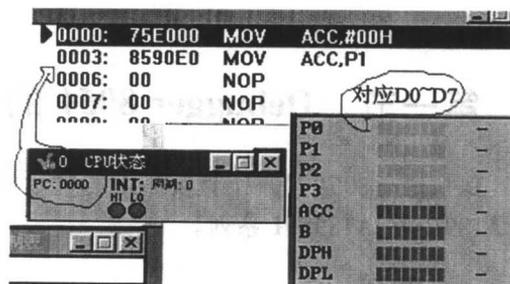

图 1-3
(2) 调入目的文件后见图 1-3。在程序没有运行前, P0~P3 口为高电平, ACC 为 0。